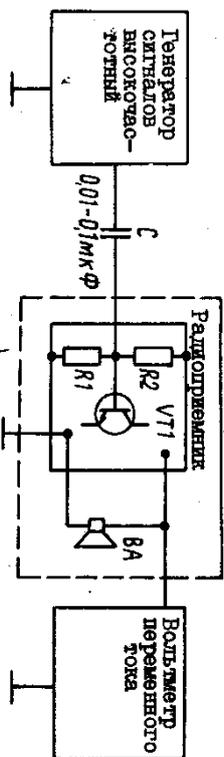

Рис. 4
5.3.4. Проверку тракта ПЧ-АМ производят при исправном тракте УНЧ по схеме (рис. 4):